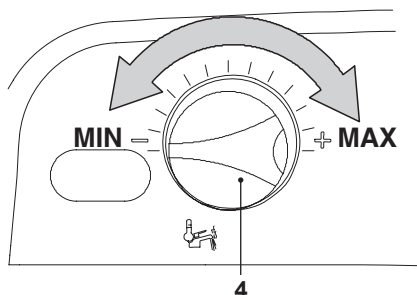

Fig. 9.13
- Ruotare la manopola regolazione temperatura sanitari 4 in Fig. 9.13 al minimo, sul display LCD compare la seguente visualizzazione (la sequenza **P09** si alterna a **01**).